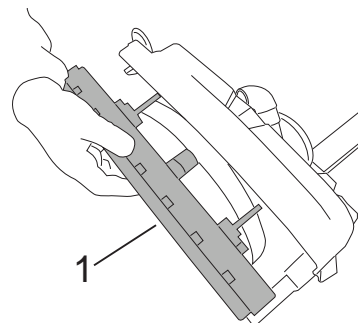

Fig.40
- Træk svaberen af maskinen (Fig.40-Ref.1).